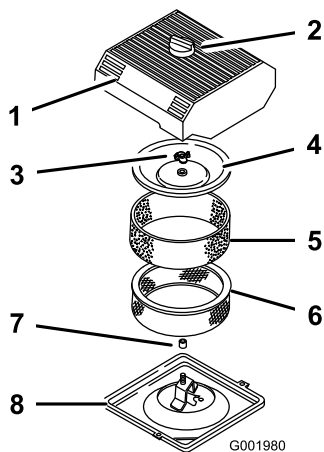

Bild 41
3. Reinigen Sie den Bereich um den Luftfilter, um zu verhindern, dass Schmutz in den Motor fällt und Schäden verursachen kann (Bild 41).
- Lösen Sie das Handrad an der Luftfilterabdeckung und nehmen Sie die Abdeckung ab (Bild 41).
- Schieben Sie das Schaumelement vorsichtig vom Papierelement (Bild 41).
- Schrauben Sie die Abdeckungsmutter ab und nehmen Sie die Abdeckung und das Papierelement ab (Bild 41).
- Schieben Sie das Schaumelement vorsichtig auf das Papierluftfilterelement (Bild 41).
- Schrauben Sie die Abdeckungsmutter mit der Hand auf der Abdeckung fest (Bild 41).
4. Montieren Sie die Luftfilterabdeckung und das Handrad (Bild 41).